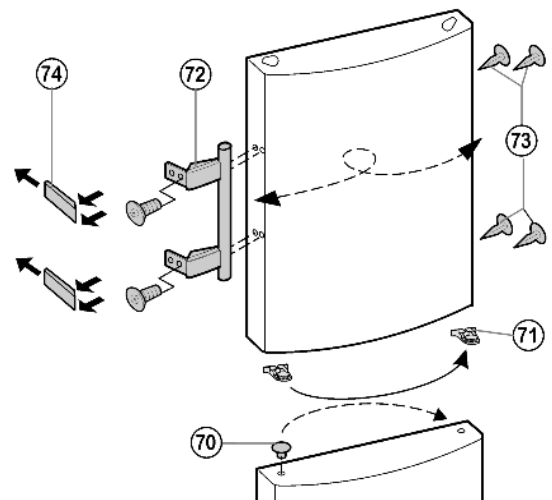

Fig. 18
- ▶ Faire déclipeter le crapaud élastique *Fig. 18 (71)* hors de la porte supérieure et le placer du nouveau côté de la charnière.
- ▶ Enlever le bouchon *Fig. 18 (70)* du coussinet inférieur de la porte et le mettre de l'autre côté.
- ▶ Démontez les poignées de porte Fig. 18 (72), le bouchon Fig. 18 (73) et les plaques d'appui Fig. 18 (74) puis les repositionner sur le côté opposé